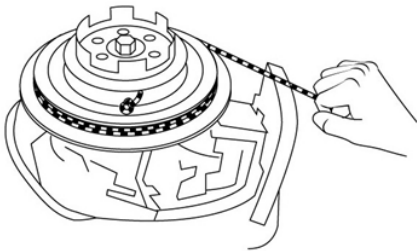

Рис. 28 Запуск дополнительным шнуром стартера
6. Завяжите на свободном конце шнура узел. Вставьте конец шнура с узлом в паз на маховике и намотайте шнур несколько раз вокруг маховика по часовой стрелке (Рис. 28).